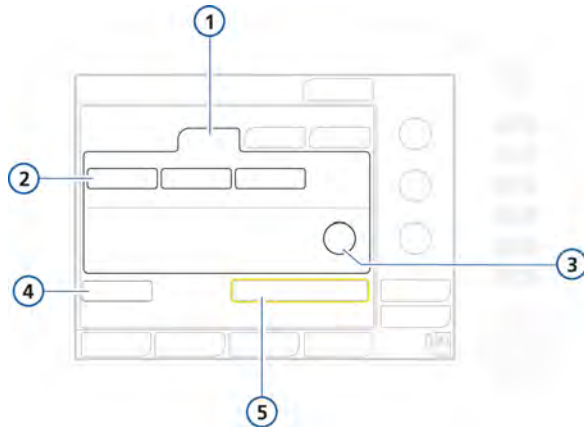

Figura 5-1. Grupo de pacientes Neonatal
- En la ventana Standby, toque la pestaña **Neonatal**. Consulte la figura 5-1.
En la figura 5-1 llevan la etiqueta **Neonatal 1**, **Neonatal 2** y **Neonatal 3**. (Los nombres de los botones se pueden cambiar en la configuración.) Estos ajustes se definen en la configuración (apartado 1.6). Los ajustes rápidos le permiten definir opciones predeterminadas, como el modo de ventilación que se va a usar.